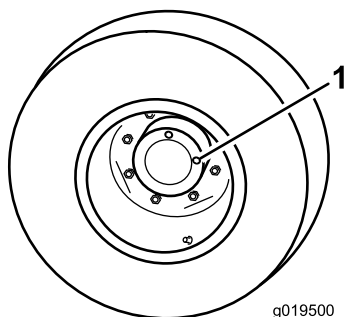

図 42
1. 水平な床面で、点検プラグ 図 42 の1つが時計の 12 時を指し、もうひとつが 3 時を指すようにマシンを駐車する。
2. 3時の位置にあるプラグを外す 図 42。オイルが点検穴の下ふちまであれば適正である。